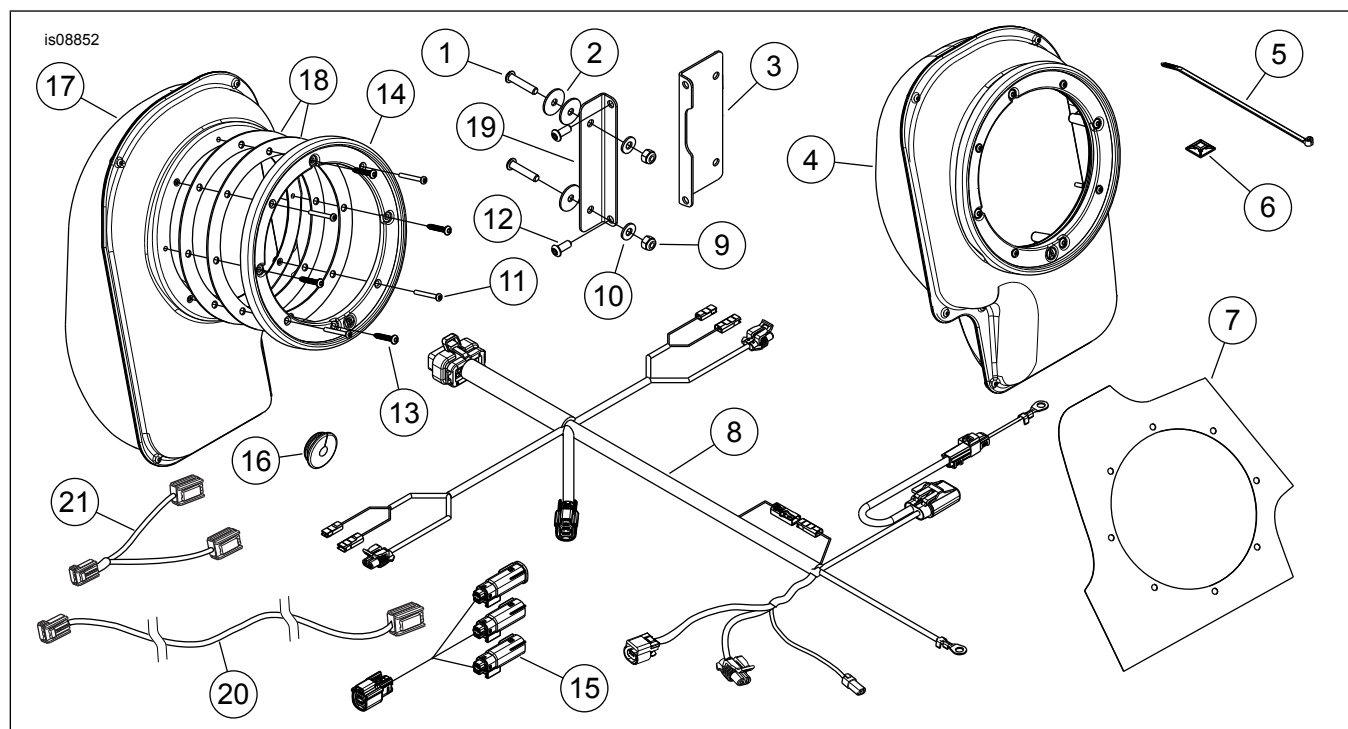

Figura 9. Piese de schimb, kit de instalare expansiune difuzoare
- a. **Configurare cu 6 difuzoare Stage II:** Montați ansamblul de fire [296] direct în ansamblul de fire cu 16-căi (instalat anterior prin kitul amplificatorului carenaj), situat în spatele scaunului pasagerului. **Configurare cu 6 difuzoare Stage II:** Montați ansamblul de fire de interconectare cu 3 căi (pct. 15, Figura 9) în ansamblul de fire cu 16 căi (instalat anterior prin kitul amplificator carenaj), situat în spatele scaunului pasagerului. Montați ansamblul de fire [296] în interconectorul cu 3 căi.